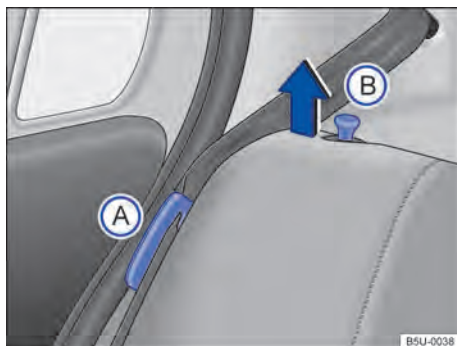
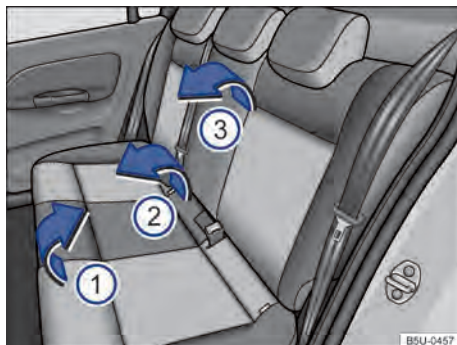

Fig. 55 Banco traseiro: posicionador do cinto de segurança (A) e pino de destravamento do encosto (B).
Fig. 56 Banco traseiro: rebater o banco traseiro.
As figuras → Fig. 55 e → Fig. 56 ilustram, como exemplo, o procedimento para rebater o banco traseiro.
- Encaixar os cadarços dos cintos nos respectivos alojamentos no revestimento lateral → Fig. 55 (A).
- Puxar o assento pela parte da frente → Fig. 56 (1) no sentido da seta, para cima.
- Levantar a parte traseira do assento → Fig. 56 (2) e deslocar totalmente para a frente, de maneira que o assento fique o mais próximo possível do assoalho e do encosto do banco dianteiro.
- Puxar os pinos de destravamento → Fig. 55 (B) e, ao mesmo tempo, rebater parcialmente o encosto do banco → Fig. 56 (3) e remover os apoios para cabeça → Página 70. Abaixar totalmente o encosto do banco traseiro.
- Encaixar os cadarços dos cintos de segurança nos respectivos posicionadores → Fig. 55 (A).
- Levantar os pinos → Fig. 55 (B) e, ao mesmo tempo, rebater parcialmente o encosto do banco traseiro → Fig. 56 (3).